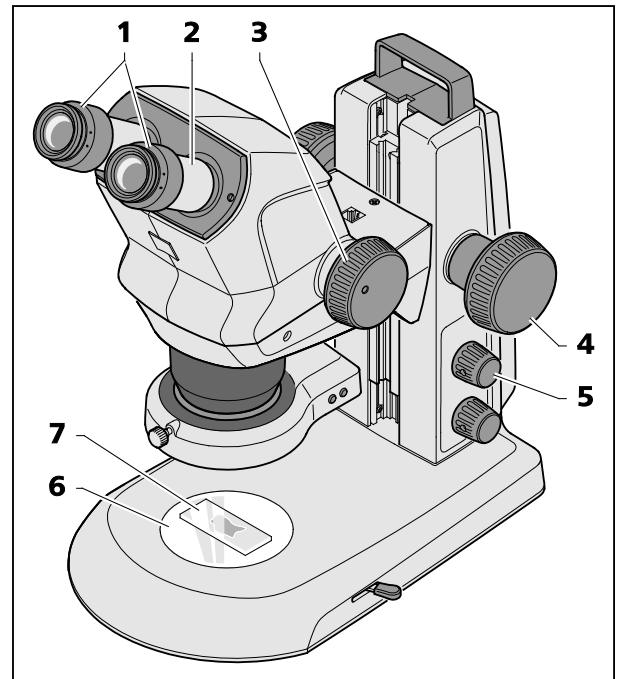

Bild 14 Stereomikroskop einstellen
1. Objekt (Bild 14/7) mittig auf die Glas- oder Kunststoffplatte (Bild 14/6) auflegen und beleuchten (Bild 14/5).
2. Dioptrienausgleich an den stellbaren Okularen (Bild 14/1) auf "0" stellen.
3. Individuellen Augenabstand durch seitliches Verschieben der Okularstützen (Bild 14/2) einstellen, bis beim Einblick in die Okulare mit beiden Augen nur **ein** beschnittfreier Lichtkreis (Objektfeld) zu sehen ist.
4. Zoom (Bild 14/3) zuerst auf die kleinste Vergrößerung einstellen.
5. Auf ein kleines markantes Detail in der Bildmitte des Objektes fokussieren (Bild 14/4).
6. Maximalen Zoomwert einstellen (Bild 14/3). Durch die Vergrößerung wird das markante Detail wahrscheinlich wieder unscharf abgebildet und befindet sich nicht mehr in der Bildmitte.
7. Objekt durch Fokussieren scharf stellen, dann das Detail durch Verschieben des Objektes erneut suchen und wieder exakt fokussieren (Bild 14/4).
8. Danach wieder auf kleinsten Zoomwert stellen und ggf. vorhandene Bildunschärfen für jedes Auge getrennt durch Dioptrienausgleich **an den stellbaren Okularen** (nicht am Fokussierknopf, Bild 14/4) korrigieren (Augenfehlerkompensation).
- Drücken auf den Drehknopf ((Bild 14/5) schaltet die Auflichtbeleuchtung ein- oder aus (Spot-Leuchte oder Doppelspot-Leuchte).